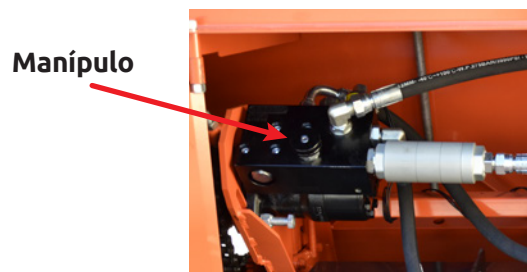

Fig. 02
- Este filtro possui um Elemento interno de 70 micras lavável que deve ser inspecionado a cada 120 horas ou assim que perceber perda de performance no sistema. Alguns sintomas como perda de força e/ou rotação no motor, aumento excessivo de pressão e temperatura no sistema hidráulico podem ser indicativos de filtros obstruídos. Remova a conexão de entrada (Fig.02), abra a Cápsula de Alumínio e remova o elemento filtrante;